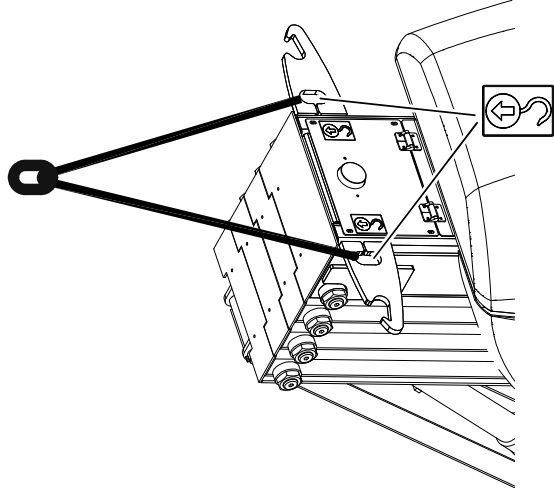

Figura 4-10. Levantamiento de la máquina
- Atar todas las correas/cadenas de elevación a AMBOS salientes de elevación como se muestra en la Figura 4-10.